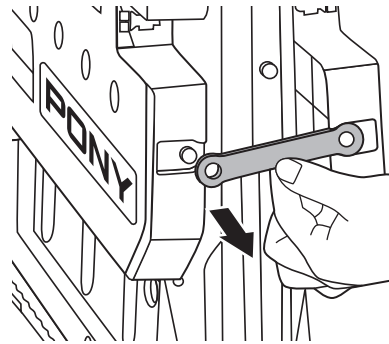

Figura 2
3. Extraiga las correas de seguridad en ambos lados. (Figura 2)